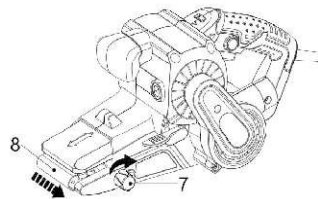

Bild 4
- Medan slipbandet roterar, justera justeringsknoppen (7) för att rikta slipbandet mitt på rullarna (10 & 12).
- Sväng knoppen (7) medsols för att justera slipbandet (8) till höger (bild 4).